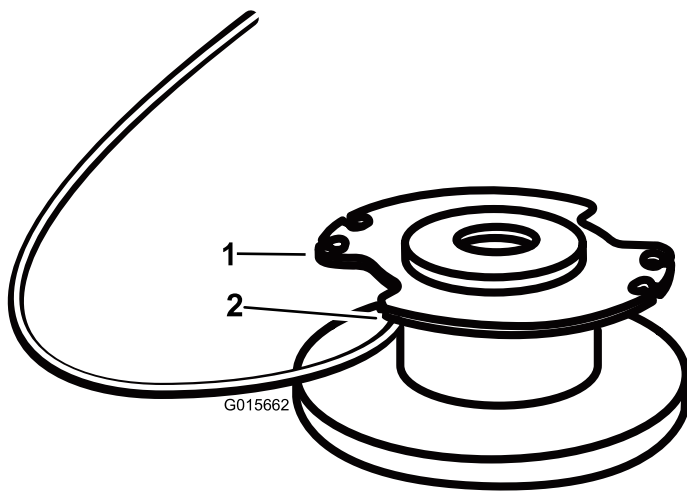

Figura 14
- Inserte el hilo por el taladro de anclaje en la parte superior del carrete (Figura 14). Enrolle el hilo en el carrete en el sentido indicado por las flechas marcadas en el carrete.